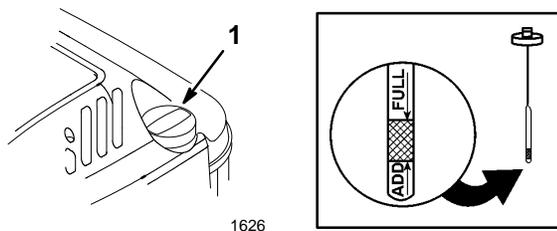

Abbildung 2
Vor jedem Einsatz darauf achten, daß der Ölstand zwischen den FULL- und ADD-Markierungen am Peilstab liegt (Abb. 2). Bei zu niedrigem Ölstand Öl nachfüllen.
1. Den Rasenmäher auf einer ebenen Oberfläche abstellen und den Bereich um den Peilstab herum reinigen (Abb. 2).
5. Den Peilstab herausziehen und den Ölstand an der Seite des Stabs anhand der FULL- und ADD-Markierungen kontrollieren (Abb. 2).